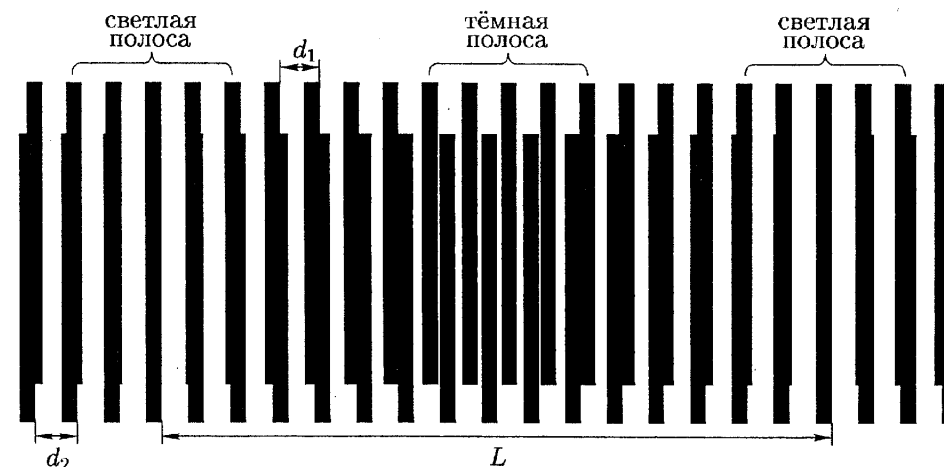

Рис. 10
2. При параллельном наложении двух решёток с разными периодами образуются тёмные и светлые полосы. Там, где линии решёток совпадают, образуются светлые полосы, а там, где из-за различия в периодах линии решёток перестают совпадать, — тёмные (рис. 10). Совпадение полос происходит через интервал L , на котором у решётки, например A , укладывается на один период больше, чем у решётки B .